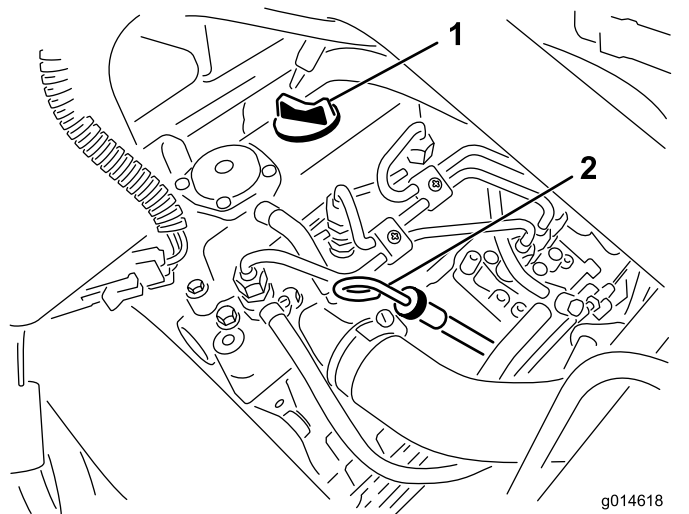

Рисунок 25
2. Извлеките измерительный щуп и протрите его чистой ветошью (Рисунок 25).